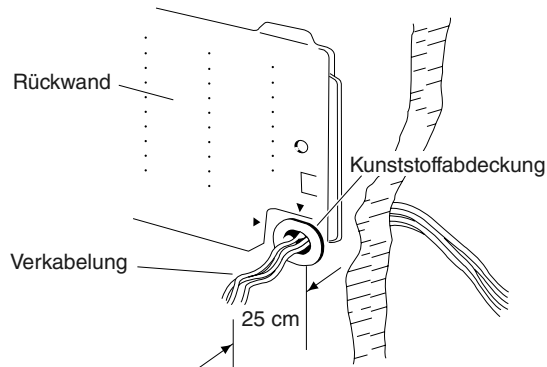

Abb. 3-95
- (3) Die Einheiten-Verbindungskabel durch das in die Wand eingelassene PVC-Rohr führen. Die Stromversorgungskabel in den Raum führen und ca. 25 cm auf der Wandfläche ragen lassen. (Abb. 3-95)